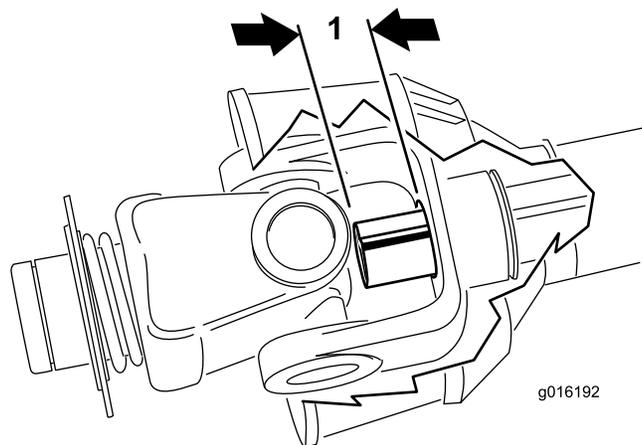

Figura 17
- Fare scorrere completamente i tubi dell'albero della presa di forza l'uno verso l'altro. Verificate che il tubo **interno** non sporga nella sezione trasversale e nel cuscinetto del tubo esterno (Figura 17). In tal caso, tagliate **una parte** del tubo interno per rimediare al problema. Proseguite alla fase successiva.
- Misurate la sporgenza del tubo interno nella sezione trasversale e nel cuscinetto del tubo esterno (Figura 17). Aggiungete questo valore alla dimensione indicata alla fase 8.